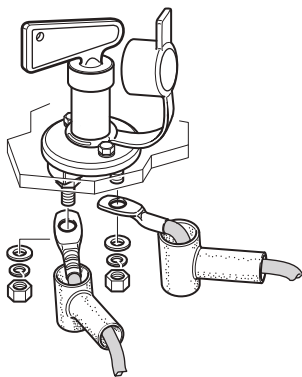

Fig. 47
- Raccorder les branchements de câbles à l'interrupteur coupe-batterie et les sécuriser avec des rondelles et des écrous (Fig. 47). Serrer les écrous à 10 Nm.